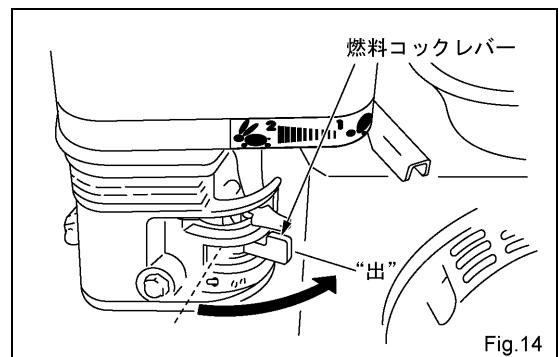

Fig.14
- (1) 燃料コック
- ・燃料コックレバーを“出”の位置に合せます。(Fig.14)